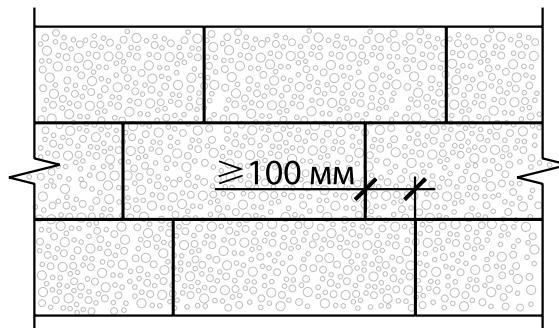

Рис. 4.4. Перевязка кладки
3. Кладку из блоков AEROC следует вести с цепной перевязкой вертикальных швов. Глубина перевязки должна составлять не менее 100 мм. При кладке в два блока по толщине следует перевязывать вертикальные швы наружной и внутренней стен не менее, чем на 100 мм (рис. 4.4).